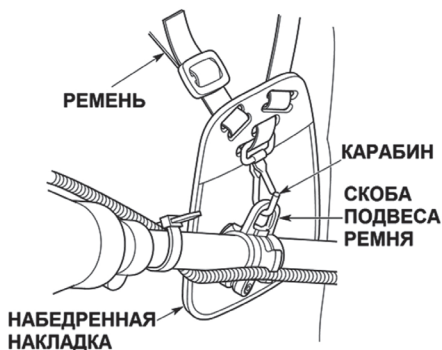

Рис. 7 Регулировка подвешенного ремня
2. Подвесьте триммер за карабин, закрепив его на скобе подвеса ремня (Рис. 7).